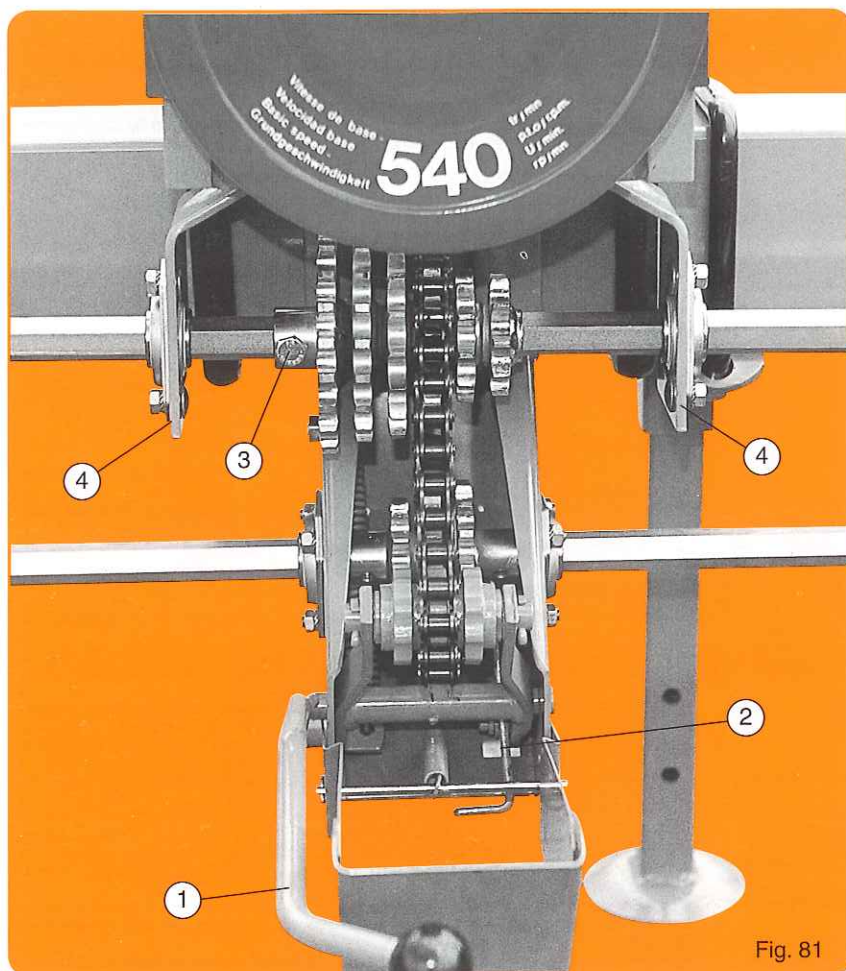

Fig. 81
- Montage normal (fig. 81) pour semoir à nombre de rangs pair et inter-rangs supérieur à 45 cm.
- Normal assembly (fig. 81) for planters with an even number of rows and inter-row spacing over 45 cm (18").
Normale Montage (Abb. 81) für Sämaschinen mit gerader Reihenanzahl und Reihenabstand über 45 cm.
- normale montage (fig. 81) voor een zaaimachine met een even aantal rijen en voor een rijafstand van meer dan 45 cm.